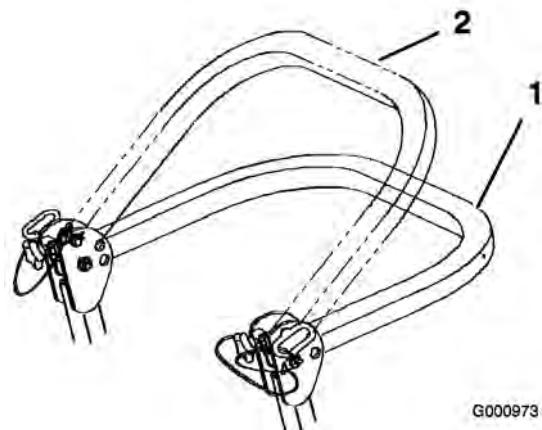

Figure 7
- Abaissez l'arceau de sécurité à la position abaissée. La position abaissée est à deux niveaux (voir Figure 7).